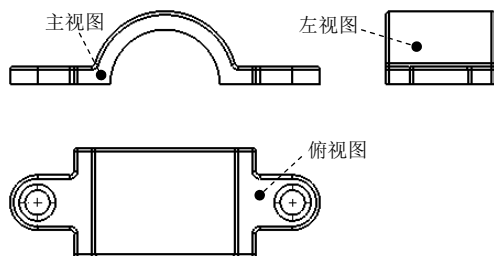

图 4.7.2 放置主要视图
Step3. 放置主要视图。在“模型视图”对话框（二）的 **选项(N)** 区域中选中 ☒ **自动开始投影视图(A)** 复选框，其他参数采用系统默认设置值；然后在图形区放置图 4.7.2 所示的主视图、左视图和俯视图，放置完成后，单击对话框的 **确定** 按钮。
(1) 在图形区右击图 4.7.2 所示的主视图，在弹出的快捷菜单中选择 **切边**  **切边不可见 (C)** 命令，取消切边的显示。